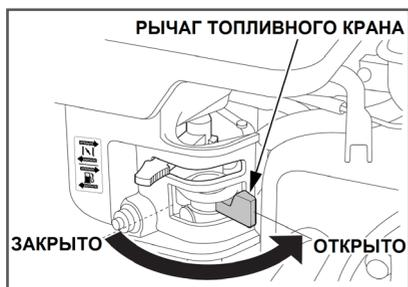

Рис. 28. Рычаг управления воздушной заслонкой
3. Закройте воздушную заслонку карбюратора. Для этого переведите рычаг управления воздушной заслонкой в крайнее левое положение (Рис. 28)